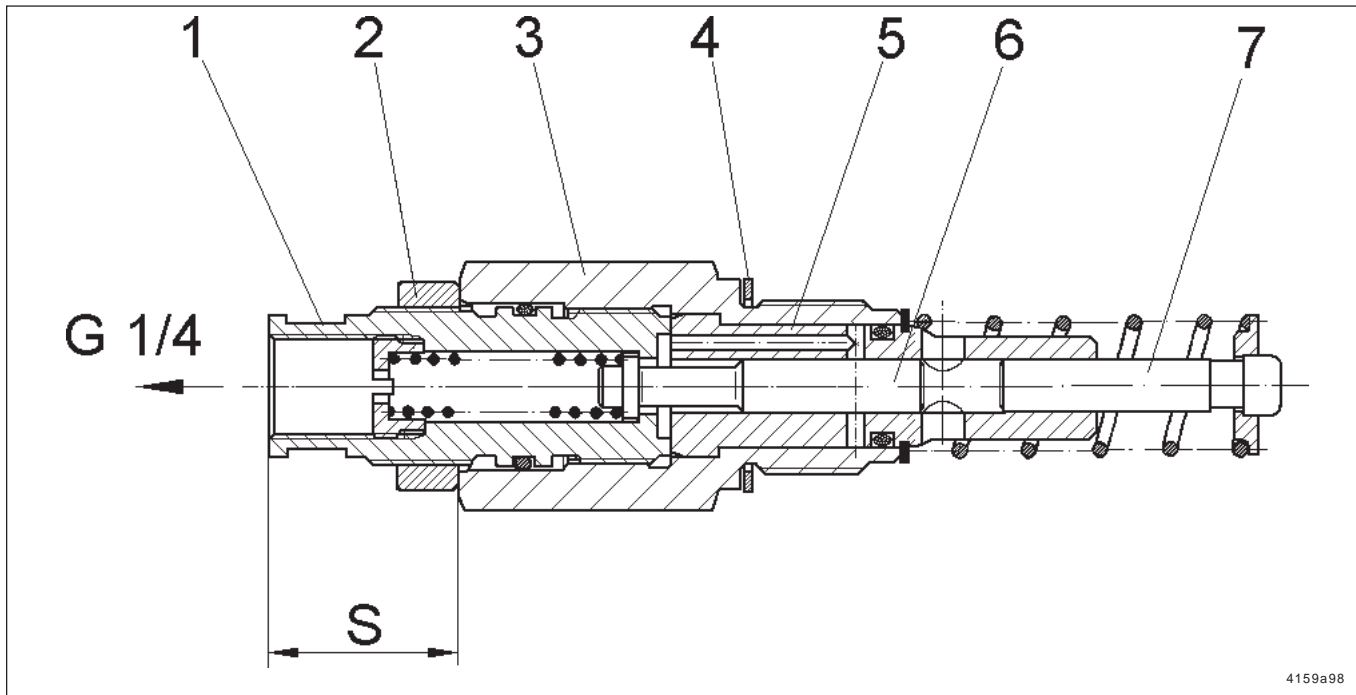
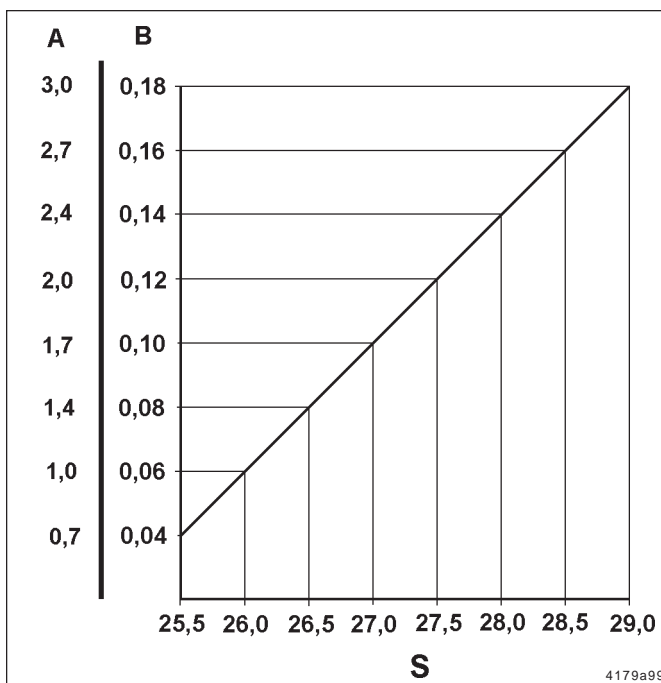

Abb. 10 - Schnittbild regulierbares Pumpenelement
Abb. 11 - Förderdiagramm
- Regulierspindel (Pos.1¹⁾) mit einem Schraubenschlüssel verstellen, siehe Förderdiagramm (Abb. 11).
- Das Maß „S“ in Abb. 10 kann in Abhängigkeit von der gewünschten Fördermenge in Abb. 11 ermittelt werden.
1) Alle Pos.-Angaben beziehen sich auf Abb. 10.
- ➔ Maß „S“ auf gewünschten Wert entsprechend dem Förderdiagramm (Abb. 11) einstellen.